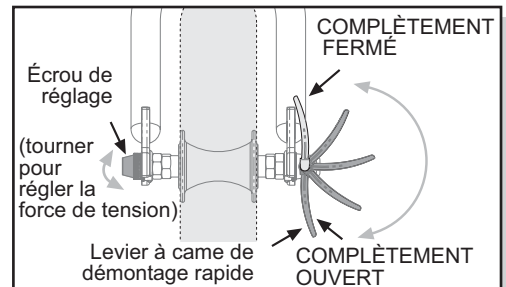

Fig. 7 Description du dispositif de démontage de la roue avant.
Un système de démontage rapide constitué d'un mécanisme à came sert à installer la roue de la poussette (Fig. 7). Comme ce mécanisme est réglable, il est essentiel que
- Abaissez complètement le levier à came de démontage rapide (Fig. 7). C'est la position d'ouverture complète.
- Tout en poussant la roue fermement vers le haut des fentes dans les pattes de la fourche et en centrant la jante de roue dans la fourche, poussez le levier de démontage rapide vers le haut et tournez-le dans la position de fermeture complète (Fig. 7 et 9). Le levier devrait maintenant être parallèle à la branche de fourche. Pour appliquer assez de force de serrage, il vous faudra enrouler vos doigts autour de la branche de fourche pour multiplier la force; le levier de démontage rapide devrait alors laisser une empreinte bien nette dans la paume de votre main.
- Soulevez le levier de démontage rapide de la roue pour le mettre en position d'ouverture complète (Fig. 7). Votre fourche avant comprend un dispositif complémentaire de retenue intégré. Desserrez l'écrou de réglage suffisamment afin de pouvoir enlever la roue.